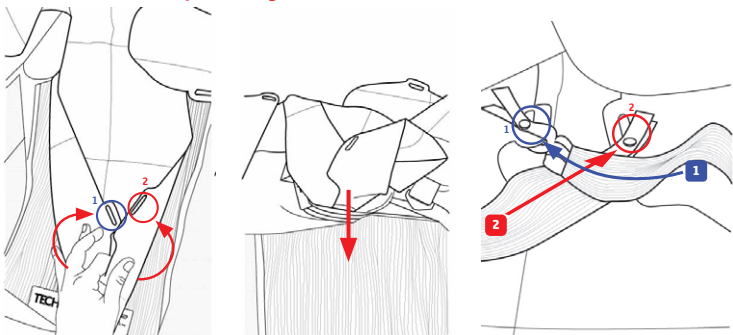
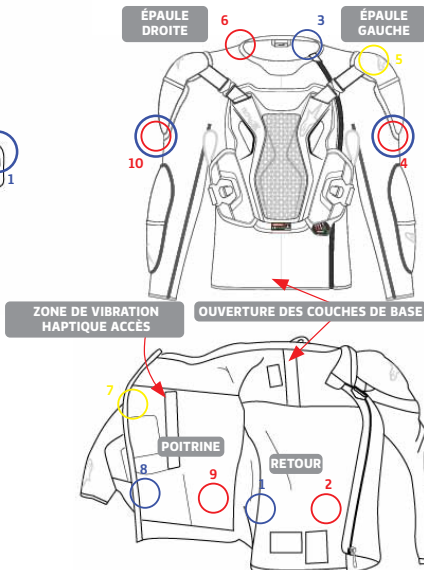

Figure 24
Figure 28 : Emplacement des clips sur l'airbag (à gauche) et sur la couche de base du système (5) (à droite)
1. Placez d'abord le système, dos tourné vers le bas, sur une surface plane, de préférence un établi ou une table. Détachez l'Airbag de la couche de base (5) en ouvrant tous les clips de connexion disposés comme indiqué sur la figure 28. L'utilisateur peut accéder à ces connexions par l'intermédiaire de la couche de base.
(5) ouvertures indiquées dans la figure 28. Il y a au total 10 clips d'airbag qui sont répartis et numérotés comme indiqué sur la figure 28 : 3 clips sur l'épaule gauche (clips 3-4-5), 2 clips sur l'épaule droite (6-10), 3 clips pour la poitrine (7-8-9) et 2 clips pour le dos (1-2). Il est suggéré de détacher ces clips dans l'ordre séquentiel, en commençant par les clips situés dans le bas du dos (1-2), puis en passant aux clips des épaules (3-4-5, et 6), puis aux clips de la poitrine (7-8-9) et enfin au dernier clip numéro 10 sur l'épaule (voir figure 28).
L'utilisateur peut commencer à tirer doucement sur l'ensemble de l'airbag pour l'extraire du système Tech-Air®, jusqu'à ce qu'il soit complètement retiré. Ensuite, l'utilisateur doit retirer l'écran LED (4) de son emplacement. Retournez ensuite le système sur le dos, la protection dorsale orientée vers le bas. Introduisez votre main dans le système par l'ouverture située sous la doublure intérieure sur la poitrine gauche du système. Amenez votre main jusqu'à la boucle située sur l'épaule droite et retirez la fiche du câble du connecteur électronique en la tirant par la boucle. Ouvrez ensuite la poche Velcro sur la poitrine gauche pour accéder à la zone de vibration haptique (3). L'utilisateur doit maintenant retirer le capteur Zip d'activation de la poche. Ensuite, l'utilisateur doit tirer le câble vers le bas à travers le trou d'accès de la zone de vibration haptique (3) sur le côté gauche jusqu'à ce que tout le câble ait été retiré (voir référence dans la figure 28). L'utilisateur doit ensuite ouvrir le velcro situé sur l'aile gauche du protège-poitrine et retirer l'écran LED (4). À ce stade, tous les composants électroniques (13-15-19) doivent avoir été complètement retirés du système.
1. Tout d'abord, placer le système avec la protection dorsale orientée vers le haut. L'utilisateur doit réinsérer l'Airbag par l'ouverture de la protection dorsale, en prenant soin de positionner correctement l'Airbag (il est essentiel que l'utilisateur évite de tordre ou de plier l'Airbag). Insérer l'Airbag dans le système avec la plus grande attention pour s'assurer que chaque clip est méticuleusement assorti, par sa couleur et son numéro, au clip de connexion correspondant à l'intérieur du système. L'utilisateur DOIT ancrer l'Airbag sur les 10 clips de connexion comme indiqué sur la Figure 28. Il est conseillé d'effectuer cette opération avec les gonfleurs à gaz (17) positionnés dans le logement correspondant des gonfleurs amovibles (18). Pour attacher l'Airbag aux clips de connexion correspondants, l'utilisateur doit utiliser les ouvertures de la couche de base avant (5) en faisant correspondre les étiquettes numérotées et colorées de l'Airbag et de la couche de base du système (5), (voir Figure 28). Veuillez noter que les clips de connexion 4 et 10 ont des étiquettes doubles de couleur bleue et rouge (assurez-vous, lorsque vous fixez les clips de connexion, que le côté rouge correspond au côté rouge et que le côté bleu correspond au côté bleu), afin d'aider l'utilisateur à fixer l'Airbag dans la bonne orientation.
AVERTISSEMENT ! Les clips dorsaux inférieurs (1 et 2) doivent être fixés de manière croisée, comme indiqué dans la figure 24 ci-dessous, en formant un x sur l'arrière de l'Airbag, ce qui permet de s'assurer que l'Airbag est bien ancré. Les clips dorsaux inférieurs (1 et 2) seront donc attachés aux clips opposés par rapport à la vue de dos, et en conséquence, les utilisateurs devraient voir un léger pliage des bords inférieurs de l'Airbag. En se référant à la vue frontale, le clip 1 DOIT être fixé au clip de gauche et le clip 2 DOIT être fixé au clip de droite, comme indiqué à la Figure 28.